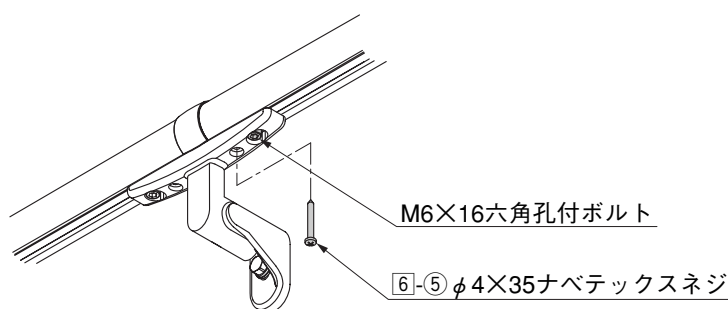

図2-1
- ① 壁付けストレートブラケットの残った孔2つのうち、どちらか取付けやすい方を選んで[6]-⑤を取付けてください。(図2-1参照)